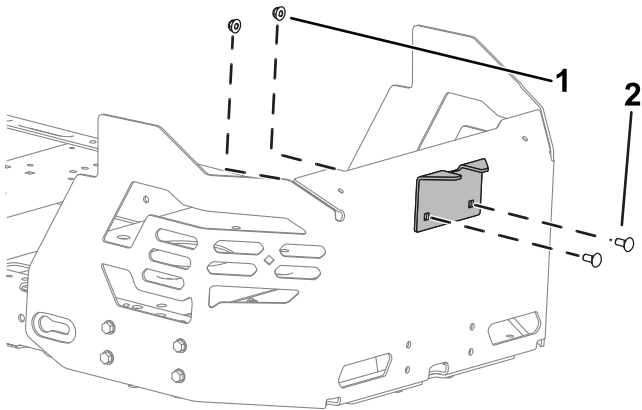

**Figura 15**
4. Montate, senza serrarlo, il telaio orientabile sul telaio della macchina utilizzando 2 bulloni (5/16" x 1") e 2 dadi di bloccaggio (5/16") come illustrato nella Figura 15.
6. Serrate i 2 bulloni (5/16" x 1") e 2 dadi di bloccaggio (5/16") come illustrato nella Figura 15.